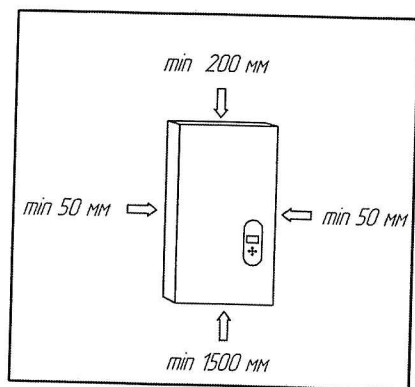

Рисунок 4
- в начале каждого отопительного сезона, перед запуском прибора нужно проверить качество присоединения подводящей электропроводки к карболитовой колодке (см.схемы подключения рис.4,5). При необходимости нужно подтянуть винты зажимов на колодке и блоке ТЭН для обеспечения надежного контакта подводящей электропроводки.
- минимальные расстояния от потолка, пола и стен указаны на рис.4